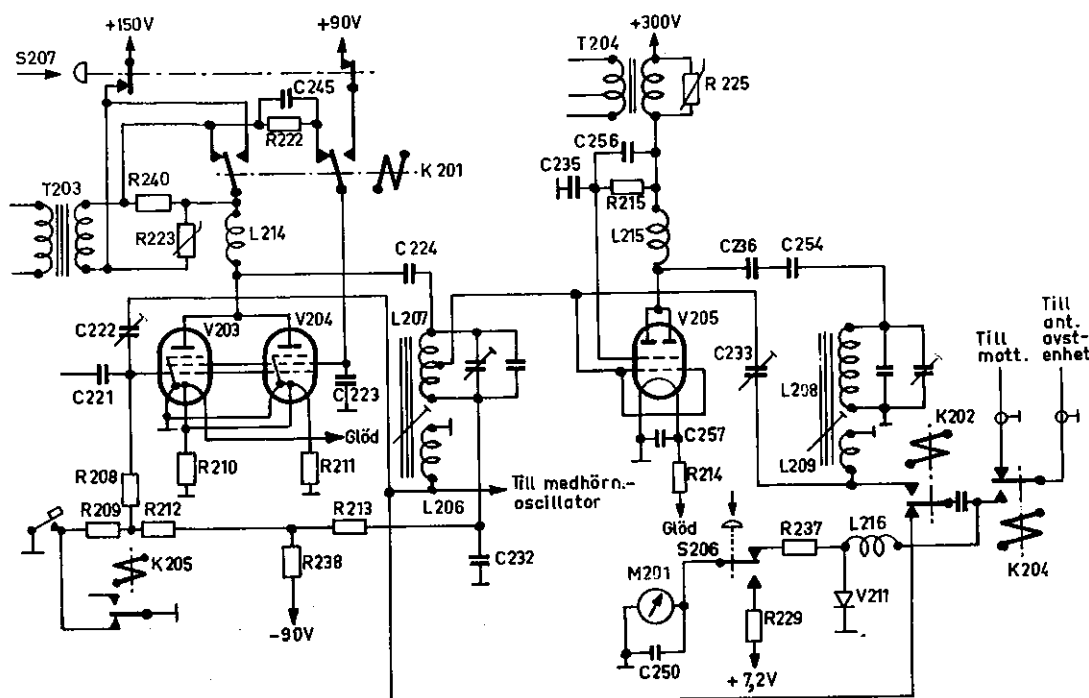

Bild 65. Driv- och slutsteg
Drivsteget (se vänstra delen av kretsschemat på bild 65) består av två parallellkopplade rör (V203 och V204). Signalen från isoleringssteget förs till rörens styrgaller genom kondensatorn C221. Rören får negativ gallerförspanning från mottagarens transistoromformare.
Slutsteget har ett rör V205 (se högra delen av bild 65). De två tetroderna i detta rör är parallellkopplade. Från ett uttag på spolen L207 i drivstegets anodkrets kopplas signalspänning till slutrörets styrgaller. Slutröret får strypspänning och negativ förspänning på samma sätt som drivsteget, emedan gallermotståndet R213 är ansluten till samma spänningsdelare, R158, R157, R238, R212, R209, som utnyttjas för styrning av drivröret. Slutröret får anodspänning genom stoppspolen L215. Slutstegets avstämda anodkrets med spolen L208 är ansluten till anoden över två seriekopplade kopplingskondensatorer C236 och C254. Den avstämda kretsen är permeabilitetsavstämd (med förskjutbar järnkärna) och i stort sett uppbyggd på samma sätt som drivstegets anodkrets.
Rören V207 och V208 är triodkopplade. Drivstegets modulertransformator T203 har två sekundärlindningar. Den ena är ansluten till drivstegets anodstoppspole L214 genom relä K201. Parallellt över denna lindning ligger ett kiselkarbidmotstånd R223, som dels dämpar de spänningsspulser som uppstår i transformatorn vid omkoppling (jfr bild 65), dels begränsar moduleringsignalens amplitud.
Vid vågtyp A3 på högeffekt anod- och skärmgallermodulets alltså slutröret (se även bild 65).
3. Ansluter +90 V direkt till drivstegets skärmgaller. (Se bild 65.)